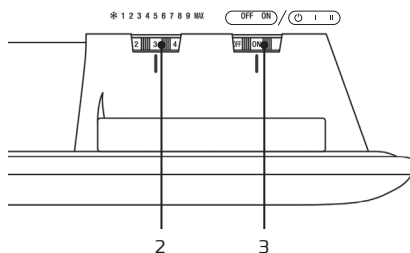
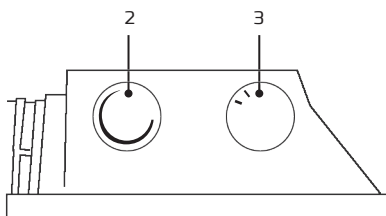

Рис. 7
Рис. 8
2. Поверните регулятор [3] для включения прибора [в положение I или ON в зависимости от модели]. Для модели SORENTO Econo – рис. 7, для модели SORENTO Meccanico – рис. 8.